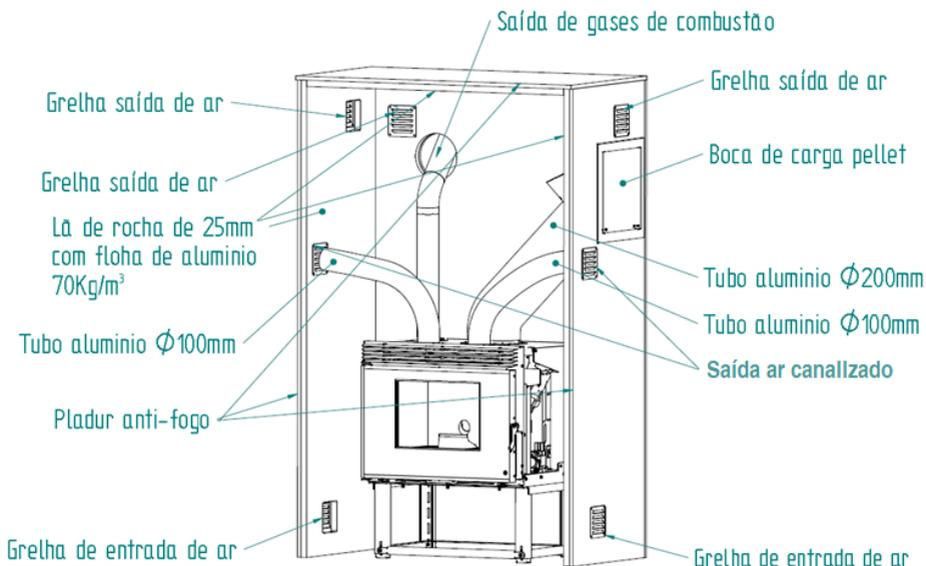

Figura 19 – Instalação inserível a pellets
- No exemplo de instalação (Figura 19), pode-se verificar que os tubos são colocados para canalizar a saída de ar quente para a habitação onde esta instalado o inserível, mas, poderia ser instalado para transportar ar quente para salas vizinhas. O comprimento máximo de tubos sem instalar uma caixa de extração de ar é de 3-4m.